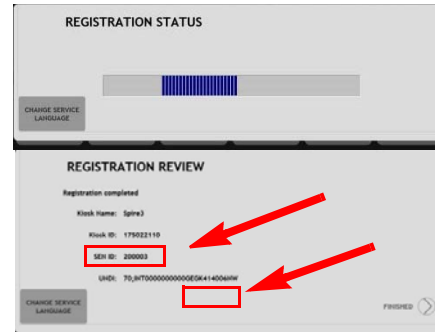

Figure 14
3. Dans l'écran Emplacement de l'unité , choisir l'emplacement qui convient puis appuyer sur « Continuer ». Résultat: Un écran d'état d'enregistrement s'affiche pendant que l'unité tente d'enregistrer le modem sur le réseau (voir Figure 14).	 Figure 13